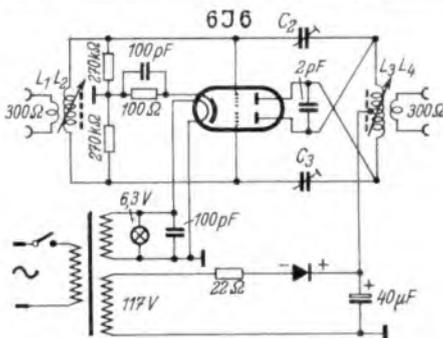

Bild 1. Schaltung eines einfachen Fernseh-Antennenverstärkers
M. c. Entee beschreibt einen leicht zu bauenden, einfachen Antennenverstärker, der zum Anschluß an $300\text{-}\Omega$ -Kabel angepaßt und ursprünglich für den Fernsehkanal 13 (210 bis 216 MHz) dimensioniert ist. In der Schaltung (Bild 1) sind C_2 und C_3 Neutralisierungskondensatoren, die folgendermaßen hergestellt werden: Um den 16 mm langen rechtwinklig abgeboenen Schenkel eines blanken Drahtes von
In unmittelbarer Nähe eines UKW-Senders kann man manchmal auch mit Kristall-Detektoren brauchbare Ergebnisse erzielen. Wenn die Antenne so günstig angelegt ist, daß sie einige Hundertstel oder gar Zehntel Volt an den Empfänger abgeben kann, wird man mit einem richtig aufgebauten Kristall-Detektor und einem nachgeschalteten empfindlichen Niederfrequenzverstärker oft sogar Lautsprecherempfang erzielen können. Eine entsprechende Schaltung zeigt Bild 1.